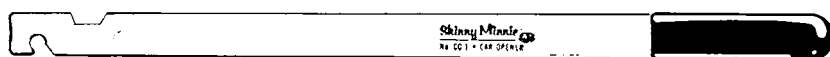

Рис. 5.27. Универсальный инструмент для вскрытия заблокированных автомобилей (С разрешения компании A-1 Security Manufacturing Corp.)
- ☐ Инструменты и лезвия для вскрытия автомобилей (рис. 5.27)